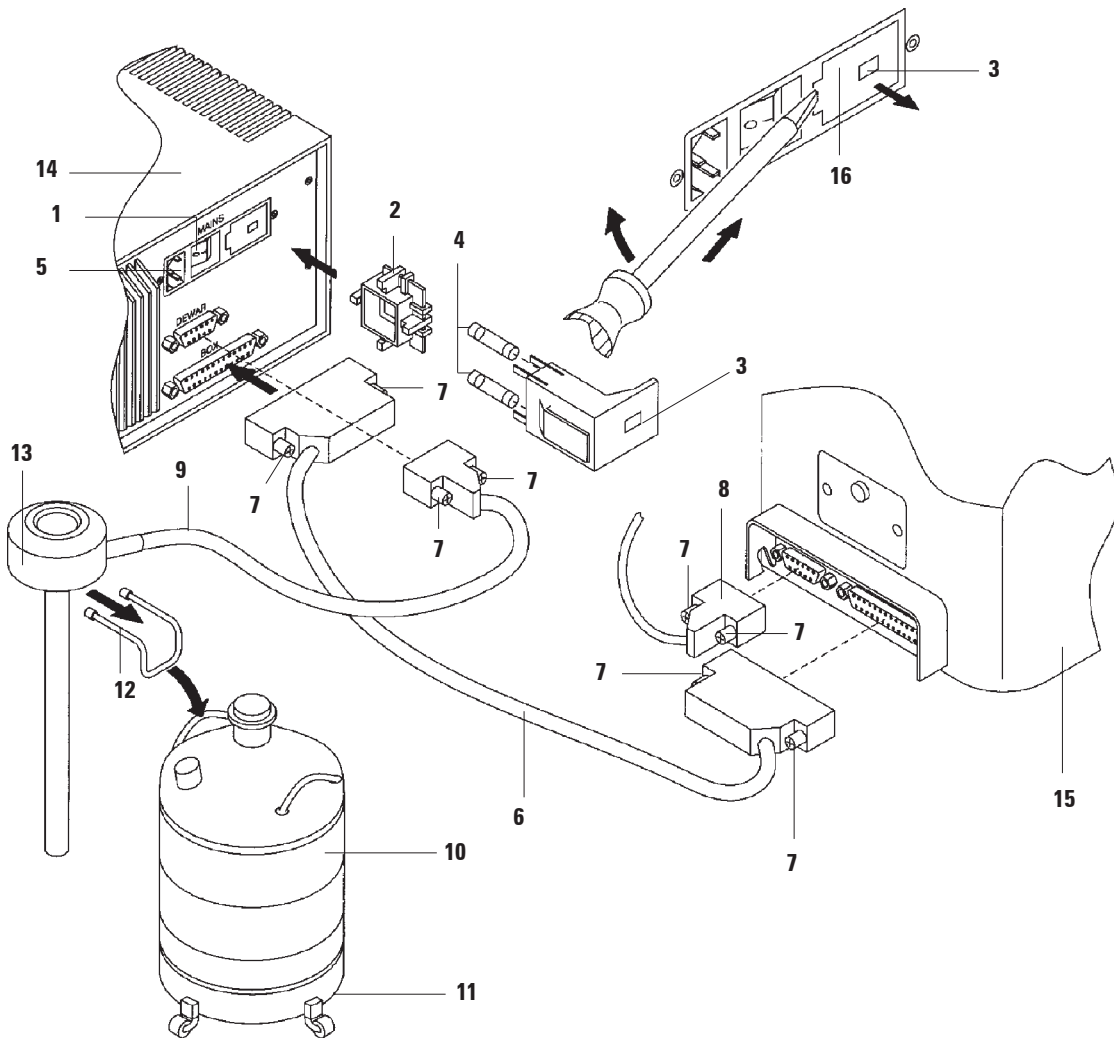

Fig. 16
El selector de tensión se encuentra dentro de la carcasa (3) al lado del interruptor de red (2) en el panel posterior de la unidad de mando. El voltaje seleccionado se indica a través de la ventanilla (1) en la carcasa (3) - Ver Fig. 16 en la página siguiente.
- Antes de enchufar el cable de red, verifique si el interruptor de red (1, Fig. 16) en el panel posterior de la unidad de mando (14, Fig. 16) está en la posición '0' (=DESCONECTADO).
- Insertar el conector del cable de red en el conector de red del equipo (5, Fig. 16).
- Encender la unidad de mandos con el interruptor de red (1, Fig. 16) en el panel posterior.